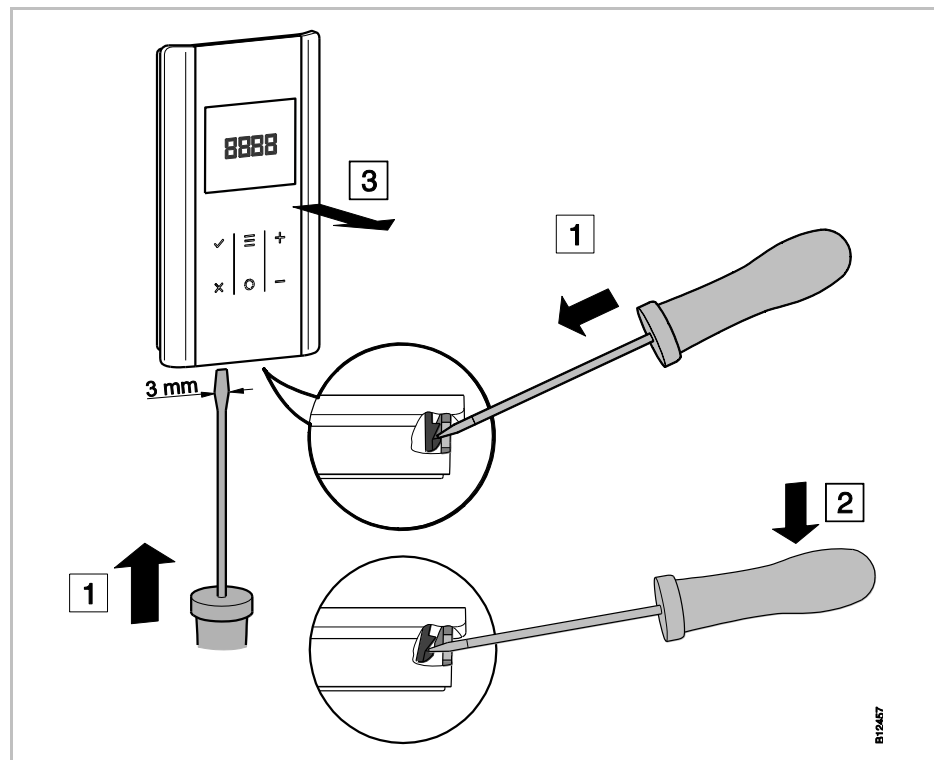

Fig. 12: Öppna den trådlösa rumsenheten
- ▶ Öppna den trådlösa rumsenhetens täckåpa. → Se sidan 30, Fig. 12.